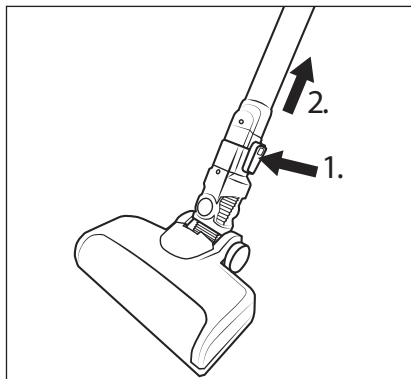

Fig. 12
- ◆ Pour retirer la brosse de sol ❷ du tube d'aspiration ❸, maintenez la touche de déverrouillage de la brosse de sol ❹ enfoncée et retirez le tube d'aspiration ❸ de la brosse de sol ❷ (voir fig. 12).